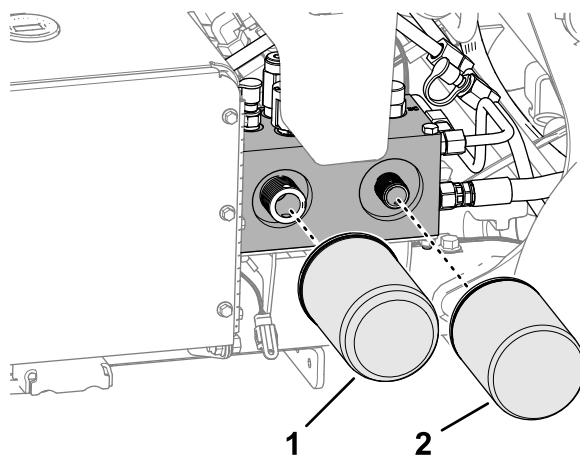

図 181
2. フィルタの下に容器を置き、フィルタを外し、フィルタアダプタのガスケット部をきれいに拭く **図 181**。